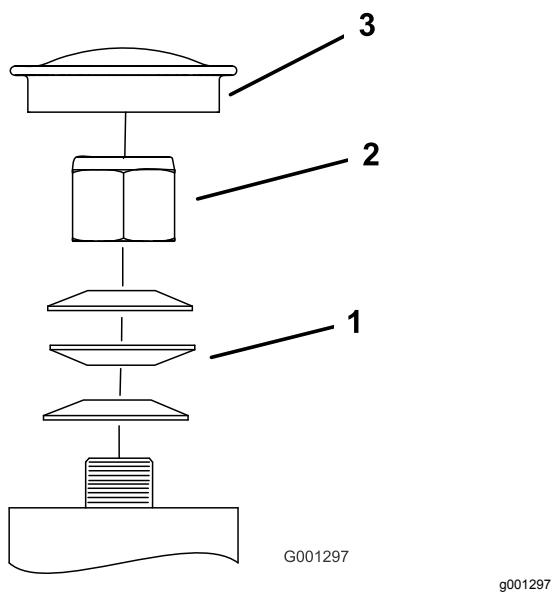

Figura 68
3. Retire el tapón guardapolvo de la rueda giratoria y apriete la contratuerca (Figura 68).
4. Apriete la contratuerca hasta que las arandelas de muelle estén planas, luego afloje  $\frac{1}{4}$  de vuelta para establecer la pre-carga correcta de los cojinetes (Figura 68).
**Importante:** Asegúrese de que las arandelas de muelle están correctamente instaladas, según se muestra en Figura 68.
5. Coloque el tapón anti-polvo (Figura 68).